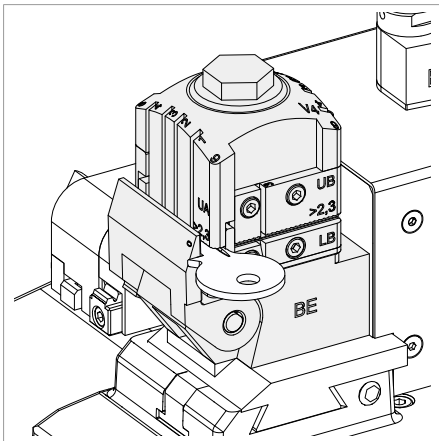

Bild 112
- 2) Die Schablone Z3 auf der Seite A des Spannbackens (**BE-V4 LA-UA**) mit dem Anschlag gegen die Lehre (Stop 0) montieren (Bild 112).